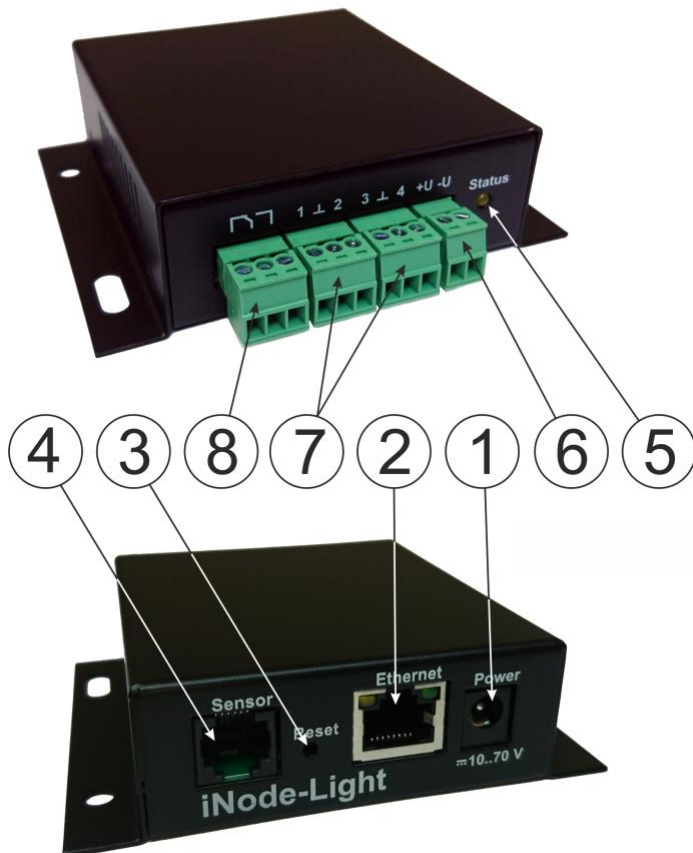

Рисунок 1 – Внешний вид адаптера iNode-Light (M)
5.4.7 Подключите к разъему входа питания «Power» (*см. рисунок 1*) сетевой адаптер питания, с выходным напряжением 10-70 В и выходной мощностью не менее 3 Вт, либо аналогичных источник питания постоянного тока.